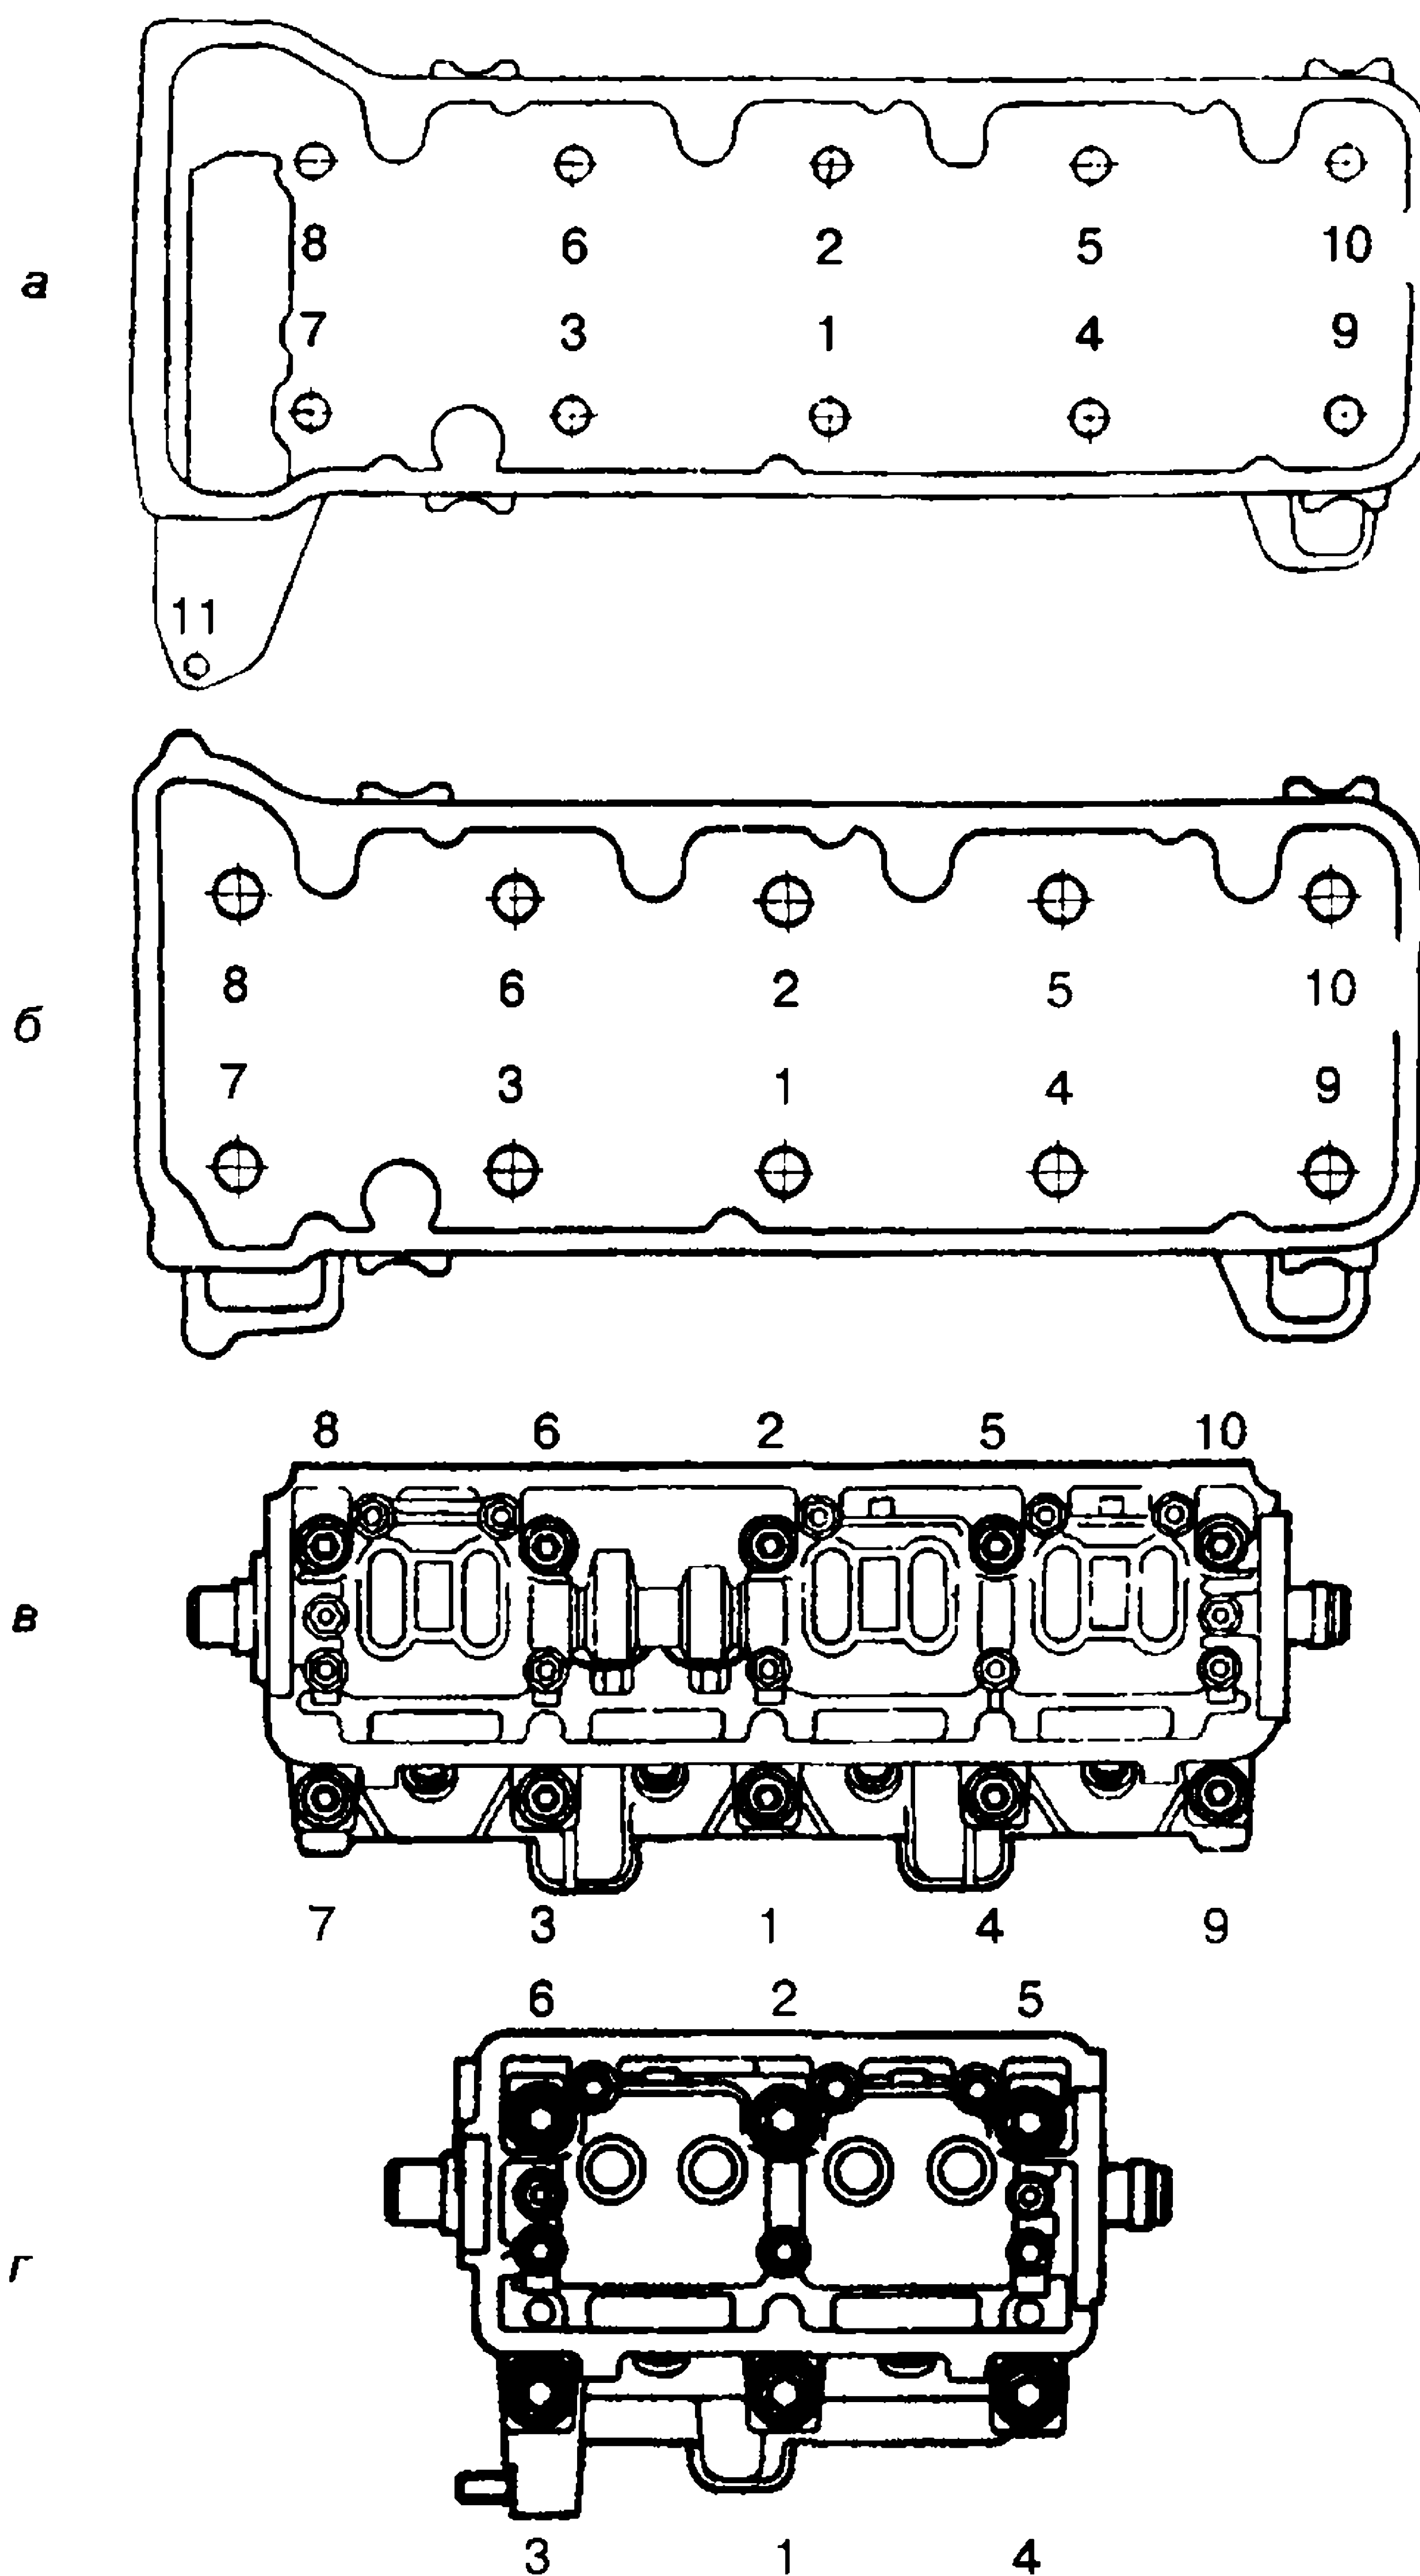

Рис. 67. Последовательность затяжки болтов головки блока:
6. Затянуть болты крепления головки в рекомендованной заводом последовательности (рис. 67) и с рекомендованными усилиями (см. приложение 2) в четыре приема:
2. Установить по центрирующим втулкам прокладку и головку цилиндров. Затянуть болты крепления головки цилиндров в рекомендованном порядке (см. рис. 67). Болты допускается применять повторно, если они вытянулись до длины не более 135,5 мм.